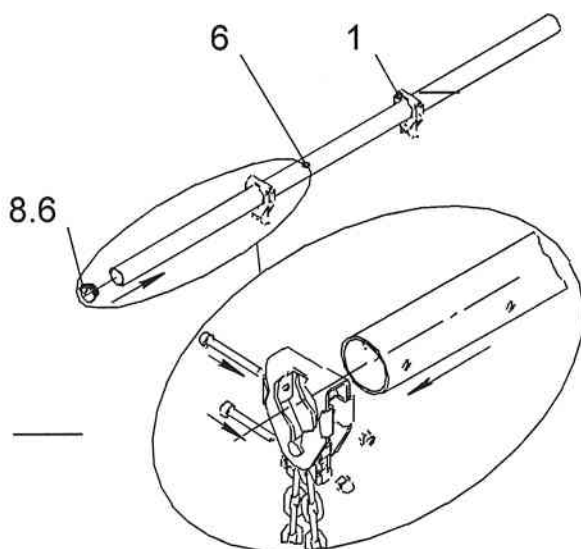

Рис.2
12.3.3 Собрать трубу (поз.6) с подшипниковыми узлами (поз.1) (рис.2).
12.3.4 Собрать стойки (поз.2) с балкой (поз.6) и закрепить (Рис.1.3). Установить заглушки поз.8.6 (Рис.2)
- установить снятые винты и закрепить гайками (рис.2).